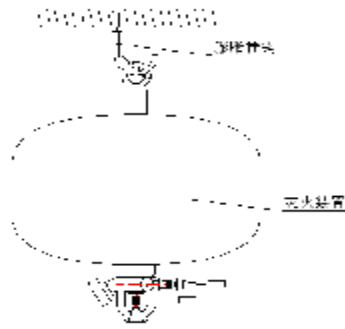

图 5 灭火装置安装示意图
- 3、将带钩的膨胀螺钉固定在保护区上方的混凝预制板顶部上，再将灭火装置上部的吊环钩在膨胀螺钉弯钩处。见图 5